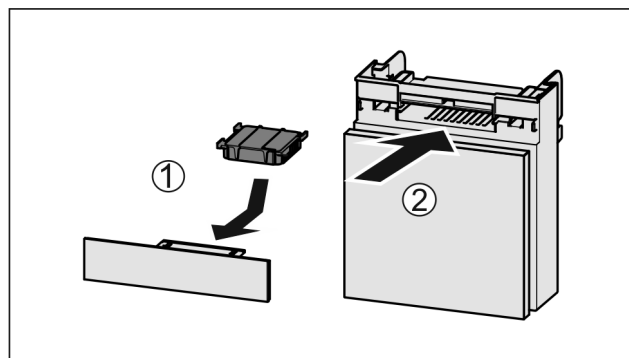

Fig. 57
- ▶ Insérer le filtre à charbon actif d'après le schéma Fig. 57 (1).
- ▶ Insérer le compartiment Fig. 57 (2).